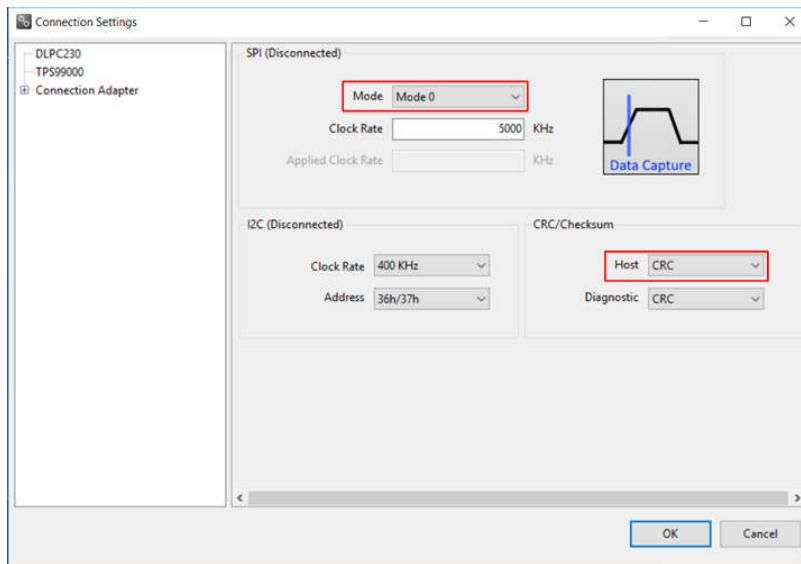

图 2-7. DLPC230-Q1 Automotive Control Program 通信设置
3. 选择 *Connection Settings* 以确认图 2-7 中显示的 SPI 配置与表 1-3 中所述的控制器 PCB 开关设置相匹配。具体而言，SPI 模式和“CRC/Checksum”可能因开关设置而异。配置完成后，按 **OK**。